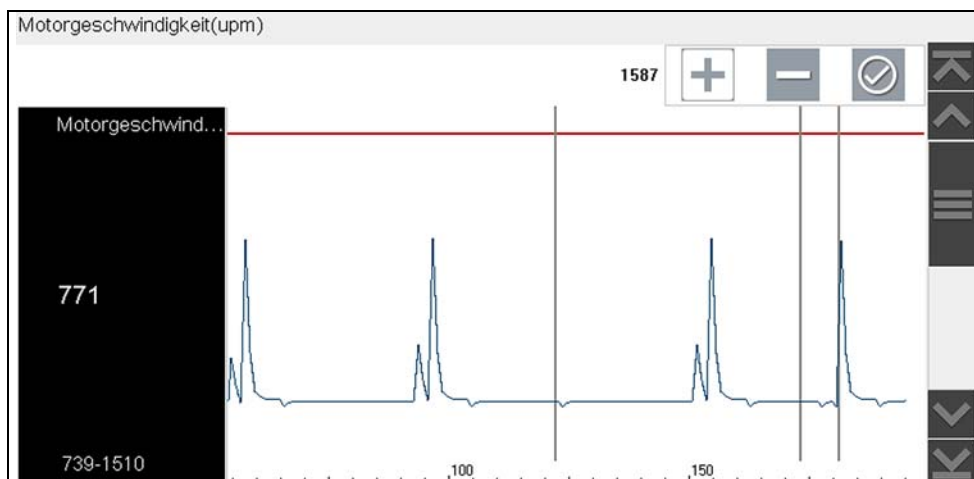

Abbildung 4-43
Eine Grafik der markierten PID und Einrichtungssymbole werden angezeigt (Abbildung 4-43).
Der obere Triggerpunkt muss zuerst eingestellt werden. Eine rote horizontale Linie in der Datengrafik (Abbildung 4-43) stellt den oberen Triggerpunkt dar.
4. Ändern Sie mit den Symbolen Plus (+) und Minus (-) (Abbildung 4-43) oder den Pfeilen nach oben ▲ und nach unten ▼ die Position des oberen Triggerpunkts.